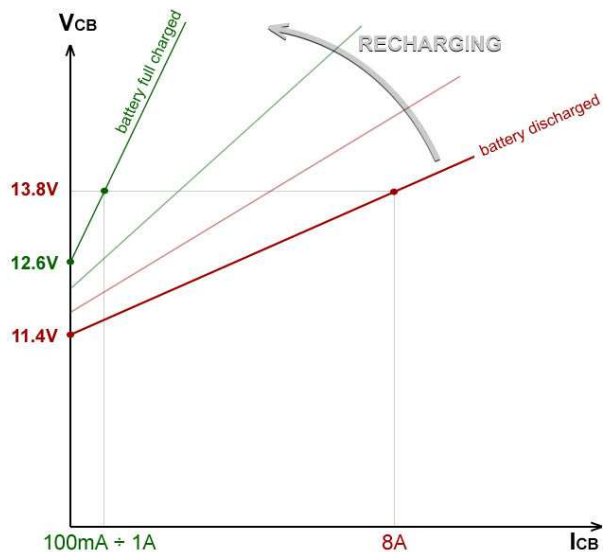
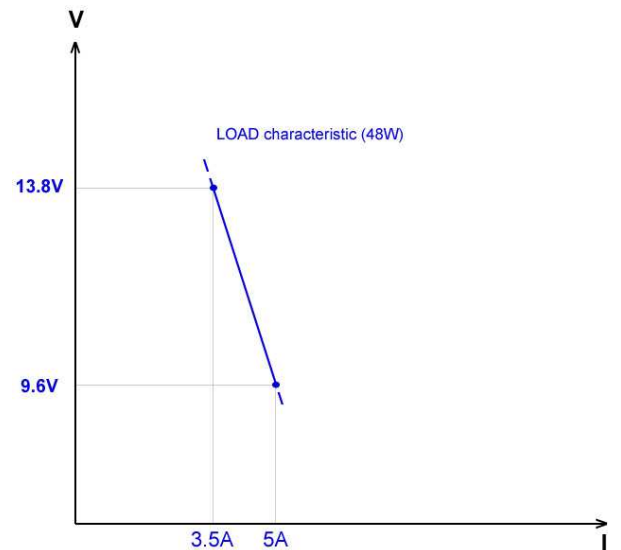

Figura5 – Caratteristica qualitativa tensione / corrente di una batteria 12V-40Ah in diversi stati di carica, @25°C.
Figura6 – Caratteristica tensione / corrente di un carico "a potenza costante" tra 9.6V e 13.8V.
In Figura5 è riportata la caratteristica tipica di una batteria 12V-40Ah @25°C in funzione dello stato di carica.
stato di carica della batteria, infatti la caratteristica tensione-corrente è una retta, che varia in funzione di quanto la batteria è carica (Figura5).
- la batteria 40Ah (caratteristica I-V di Figura5)
Consideriamo il caso peggiore: la batteria inizialmente è scarica. Dalla caratteristica della batteria appare chiaro che se questa è scarica e posta a 13.8V, tenderà ad assorbire 8A (vedi Figura5, retta marrone).
In Figura6 è rappresentato l'andamento della caratteristica del carico LOAD.
Si noti che LOAD, che si comporta come un carico a potenza costante, al calare della tensione tende ad assorbire più corrente, mentre la batteria al calare della tensione tende ad assorbire meno corrente (vedi caratteristiche di batteria e LOAD, Figura5 e Figura6 rispettivamente).
Man mano che la batteria si ricarica, la sua caratteristica varia (Figura5), l'assorbimento di corrente da parte della batteria cala e quindi la V_o dell'alimentatore pian piano tornerà al valore nominale di 13.8V.